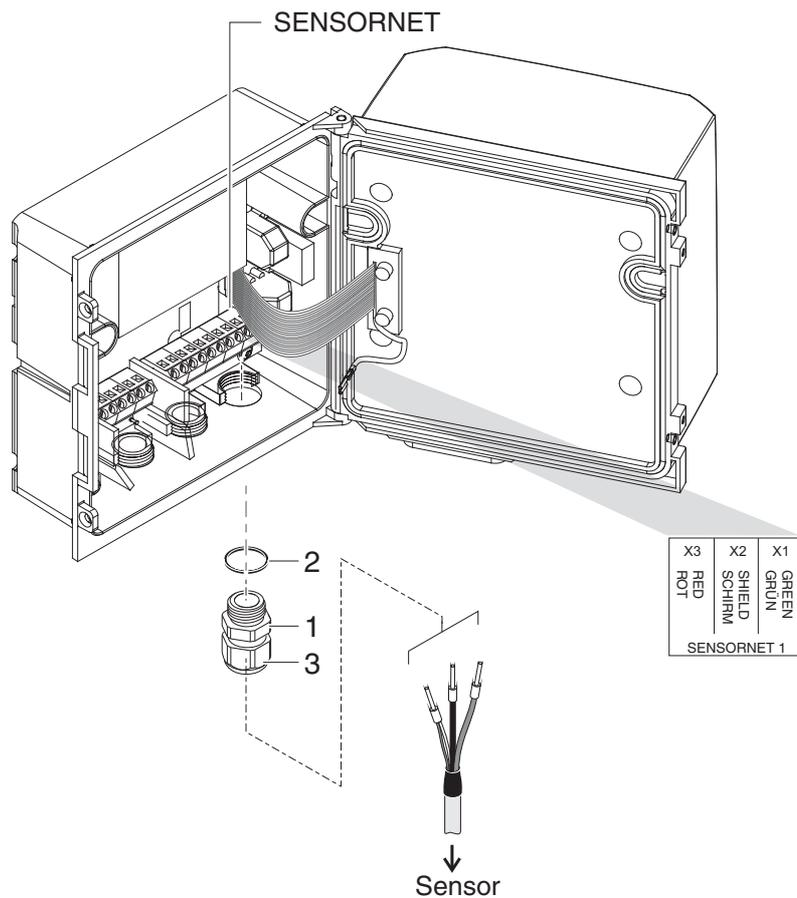

Bild 3-14 Kabel anschließen (Beispiel DIQ/S 281-CR2)
- 2 An der Position für den Anschluss SENSORNET (siehe Klebeschild im Gehäuseboden) die Kabelverschraubung (Pos. 1 in Bild 3-14) mit der Dichtung (Pos. 2) in das Gehäuse einschrauben.
- 3 Die Überwurfmutter (Pos. 3 in Bild 3-14) lockern.
- 6 Die Überwurfmutter (Pos. 3 in Bild 3-14) festziehen.